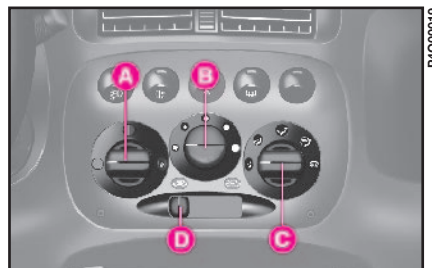

fig. 34
MANDOS fig. 34
1) Mando para la temperatura del aire **A**-fig. 34: indicador en el sector rojo.
2) Mando para la temperatura del aire **A**-fig. 34: indicador en el sector azul.